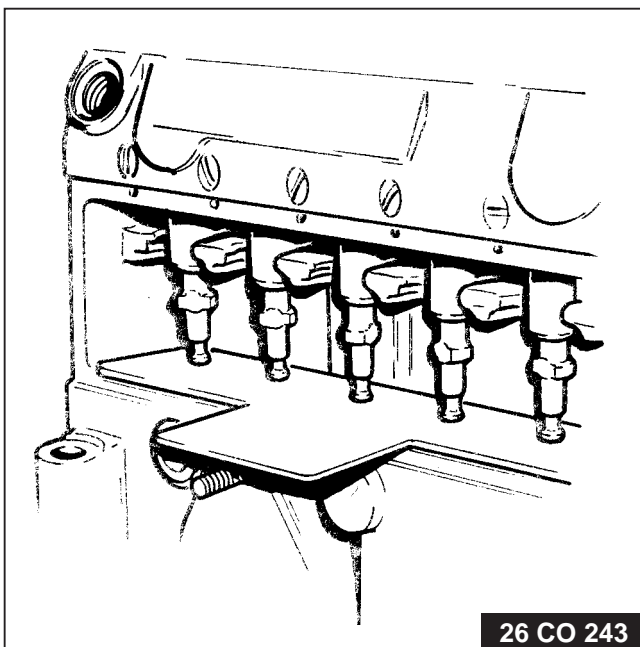

Fig. 9.
6. Laat de pomplunjers zakken totdat zij met hun voet rusten op een steunplaat, welke tussen plunjervoet en pomphuis wordt geplaatst (fig. 9).